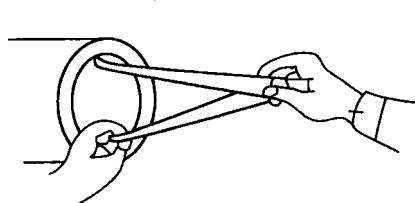

图 1-16 打开卡钳脚
- 1) 将内卡钳两脚分开至尖端开度大小与被测孔径相近，如图 1-16 所示。